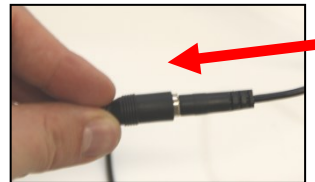

Abb. 3: Anschluss der Stromversorgung A an den Stecker des Kabels C
4. Netzteil an Kabel C anschließen (Abb.3)